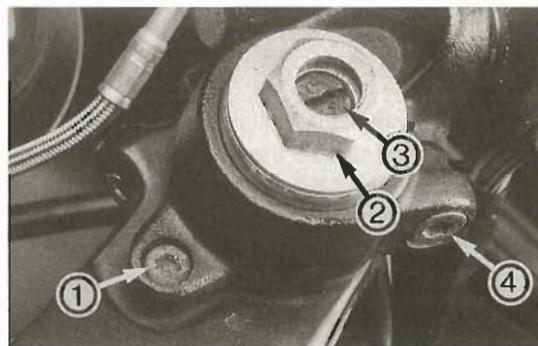

Bild 52
● Federvorspannung der neueren Ausführung (ab 1987) nach Aushebeln der Gummistopfen oben an Gabel an Schlitzschraube ③ Bild 52 einstellen:
● Klemmschraube ④ Bild 52 lockern.
● Obere Gabelverschlusschraube ② Bild 52 ausdrehen (Schraube steht unter Federdruck).
- Tank abnehmen (Kapitel 3.2) und Lenkerbefestigungsschraube ① Bild 52 ausdrehen.
- Klemmschraube ④ Bild 52 lockern und Lenkerhälften abnehmen.